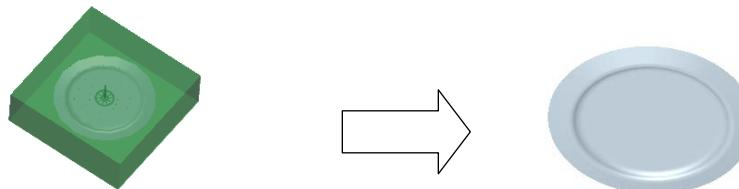

图 23.20 旋转曲面
Step3. 通过“旋转”的方法创建图 23.20 所示的曲面。
(1) 选择命令。单击 **分型面** 功能选项卡 **形状** ▾ 区域中的 旋转按钮。
(2) 在绘图区域右击, 从系统弹出的菜单中选择 **定义内部草绘...** 命令; 然后选择 MOLD_FRONT 基准平面作为草绘平面, 草绘平面的参考平面为 MAIN_RIGHT 基准平面, 方位为 **右**, 单击 **草绘** 按钮, 进入截面草绘环境。